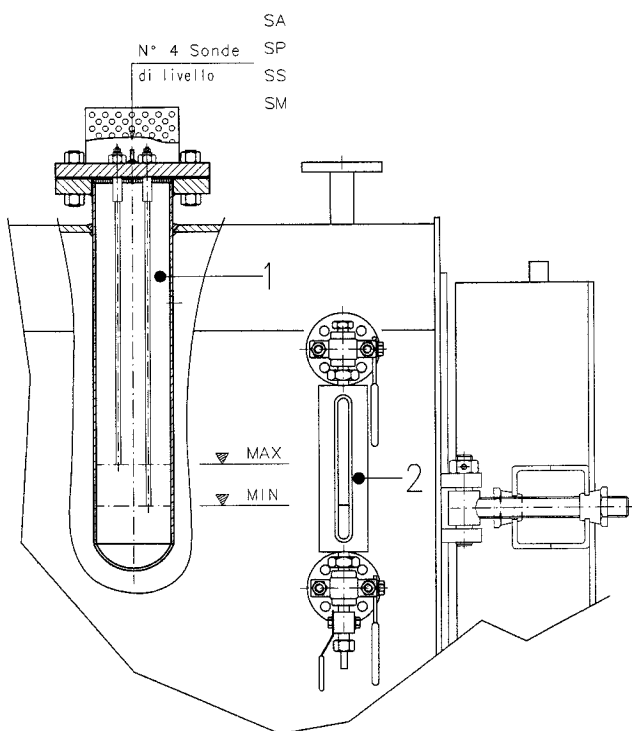

Рис. 1
**РЕФЛЕКТОРНЫЙ УРОВНЕМЕР (Рис. 1 - поз. 2)**
Контроллер является электронным и подключается к датчикам, установленным внутри трубы DN 100 вваренной в корпус котла (Рис. 1).
- откройте отсекающие краны на уровнемере (Рис. 1 поз.2)